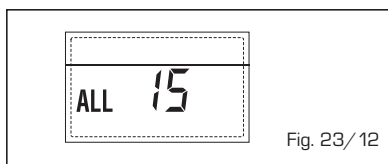

Fig. 23/12
- **ANOMALÍA SONDA EXTERNA "↑↓ PARPADEANT"** (fig. 23/13)